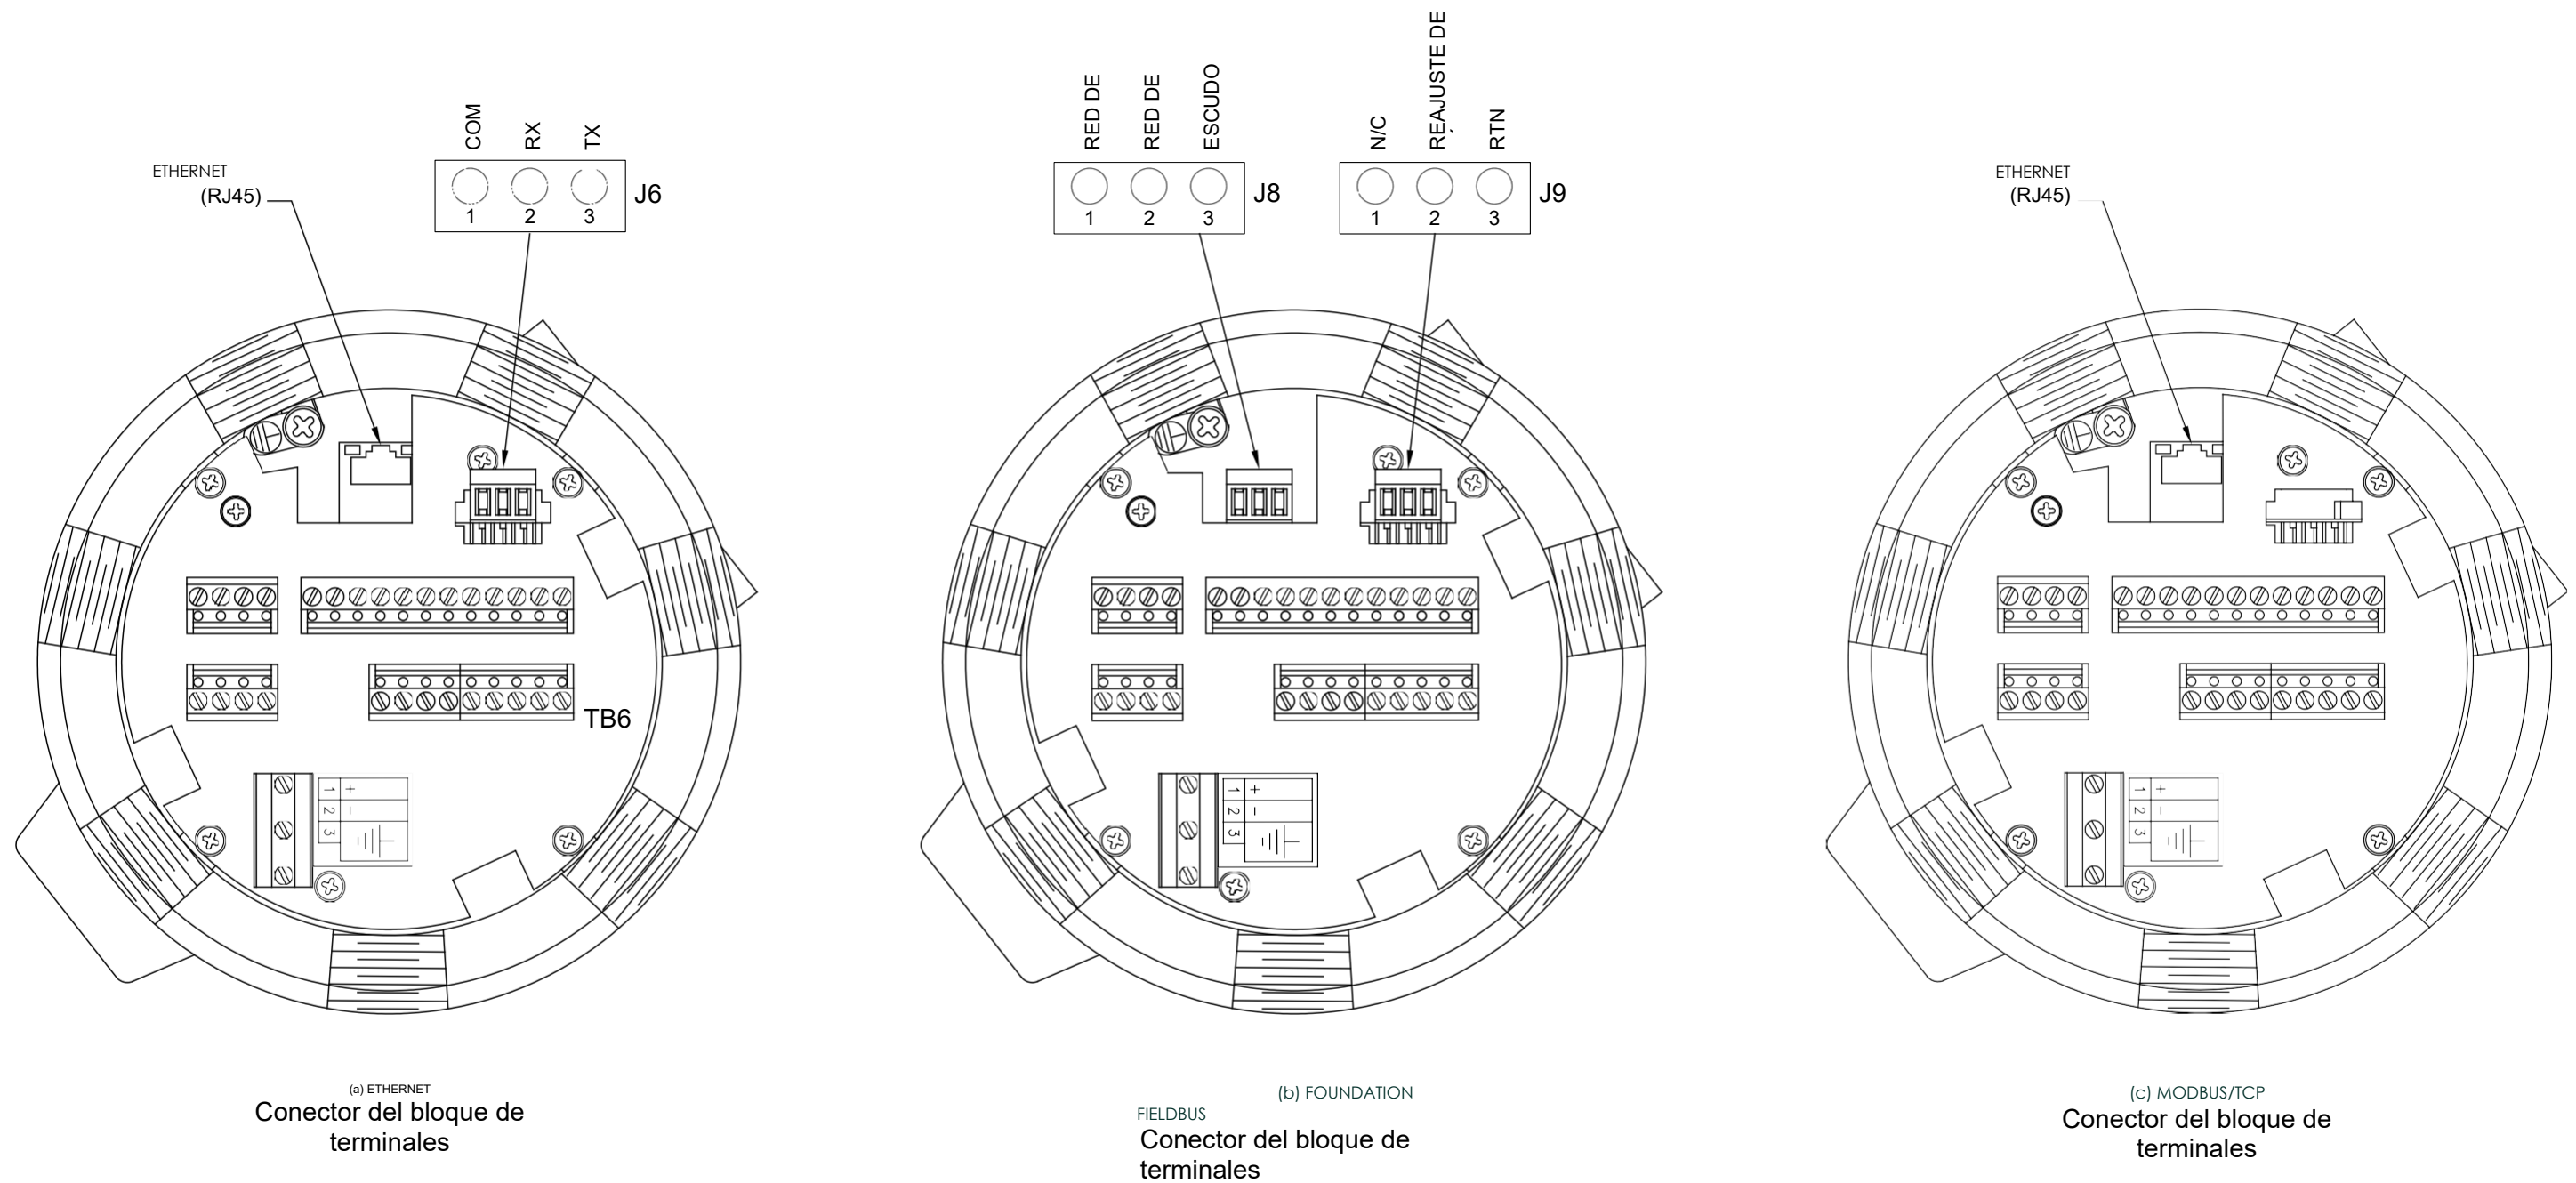

Figura 13: Conexiones del bloque de terminales Ethernet, Foundation Fieldbus y MODBUS/TCP del XGM868i
Los clientes también pueden utilizar un XGM868i modificado que proporcione una interfaz MODBUS/TCP para comunicarse con una red interna. Una tarjeta MODBUS/TCP opcional con una dirección MAC (IP) única (instalada sólo en la ranura 2) incluye un conector RJ45. Para conectar el XGM868i con MODBUS/TCP a la red, inserte la clavija de un cable RJ45 en el conector RJ45, pase el cable por uno de los orificios del conducto utilizando una abrazadera de cable adecuada y conecte el otro extremo del cable a la red Ethernet según las instrucciones del fabricante. Consulte la Figura 13 en la página 28.
Un XGM868i modificado puede utilizar la interfaz Ethernet para comunicarse con una red de área local. Una tarjeta Ethernet opcional con una dirección MAC (IP) única (instalada sólo en la ranura 2) incluye un conector RJ45. Para conectar la Ethernet del XGM868i a la red, inserte la clavija de un cable RJ45 en el conector RJ45, pase el cable por uno de los orificios del conducto utilizando una abrazadera de cable adecuada y conecte el otro extremo del cable a la red Ethernet según las instrucciones del fabricante. Se requiere una conexión externa entre la tarjeta opcional Ethernet y el conector RS232 del XGM868i, como se muestra en la Tabla 5 y en la Figura 13 de la página 28.
Para conectar la interfaz Foundation Fieldbus al XGM868i, realice las conexiones de red en J8, patillas 1 y 2, como se muestra en el dibujo Y de la Figura 13 en la página 28. Como opción, puede conectar un blindaje al pin 3 de J8, dependiendo del cableado de red.